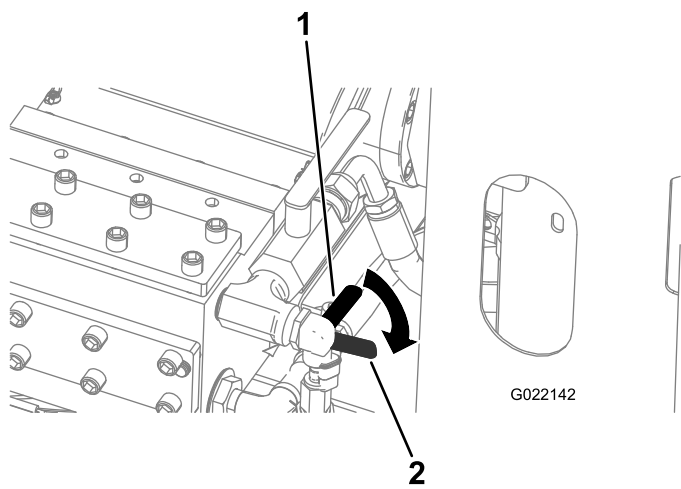

Рисунок 116
А. Откройте клапан антифриза на передней стороне насоса бурового раствора (нижний клапан), как показано на Рисунок 116.
6. Закройте клапан антифриза (Рисунок 116).